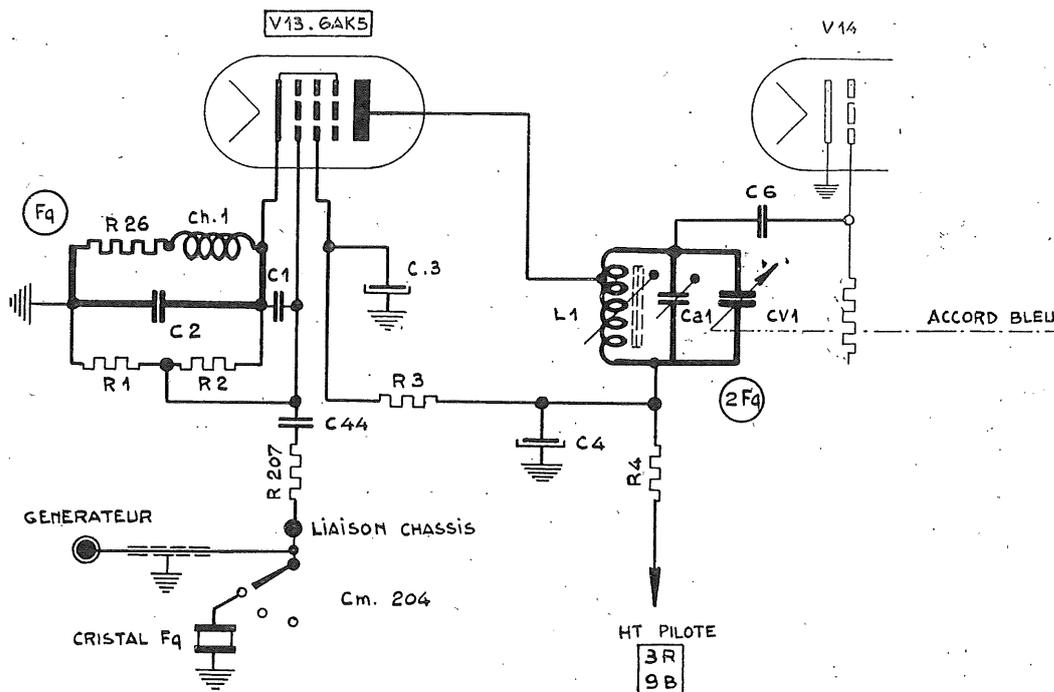

Fig. 1 - Pilote
a) *oscillateur-doubleur de fréquence* (fig. 1).